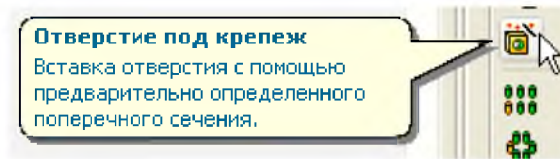

Рис. 37
1. Нажмите кнопку **Отверстие под крепёж**  (рис. 37).